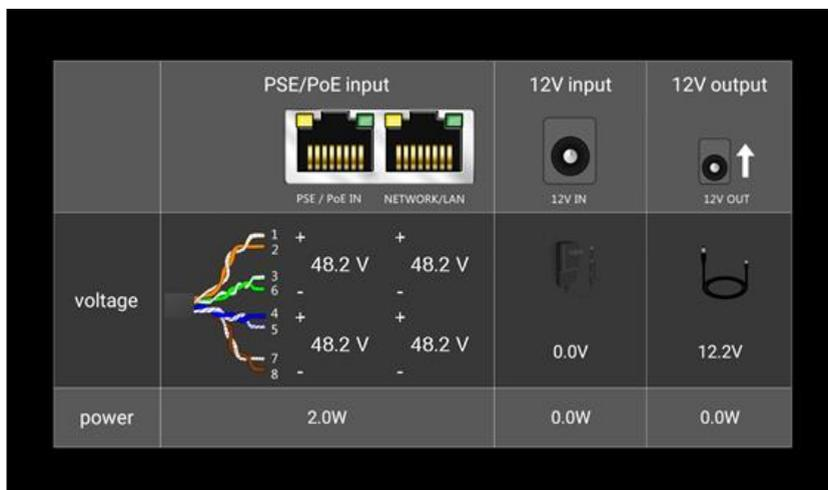

Рис. 141 Интерфейс приложения PoE&Power Info
4. На экране отобразится напряжение (в вольтах) на пронумерованных парах в поле Voltage. Ниже этой диаграммы отобразится потребляемая устройством мощность в Ваттах в поле Power, рис. 141